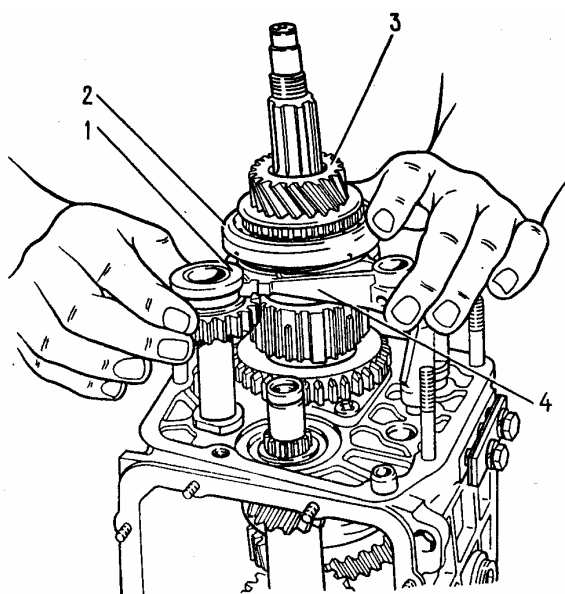

Fig. 3-35. Remoción del piñón intermedio de la marcha de retroceso, del piñón de la Vª velocidad junto con el sincronizador y la horquilla:
Quitar, simultáneamente, el piñón intermedio 1 (fig.3-35) de la marcha de retroceso del eje, y del árbol secundario del piñón 3 junto con el manguito y horquilla 4.
- instalar simultáneamente el piñón intermedio 1 (fig.3-35) de la marcha de retroceso, el piñón 3 y la horquilla 4;